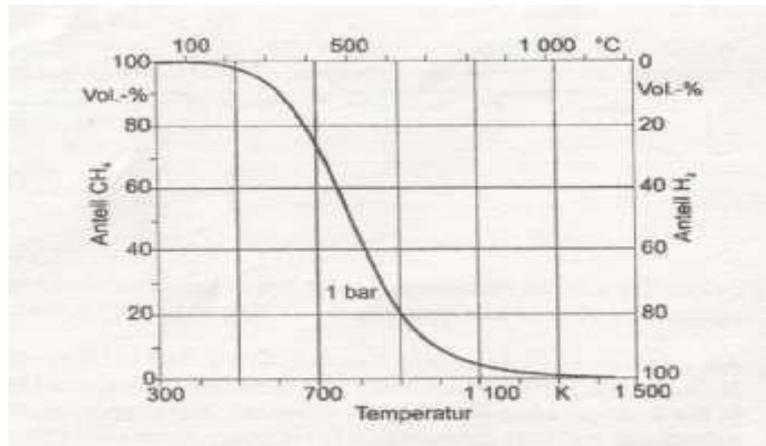

Abb. 2: Lage des  $\text{CH}_4/\text{H}_2$ -Gleichgewichts1
- 2.2 Ein weiterer Störfaktor, der die Zusammensetzung des Synthesegases negativ beeinflusst, ist die Methanisierung. Hierbei reagiert der entstandene Wasserstoff mit Kohlenstoff zu Methan. Abbildung 2 zeigt die Lage des Gleichgewichts der beschriebenen Reaktion in Abhängigkeit von der Temperatur: